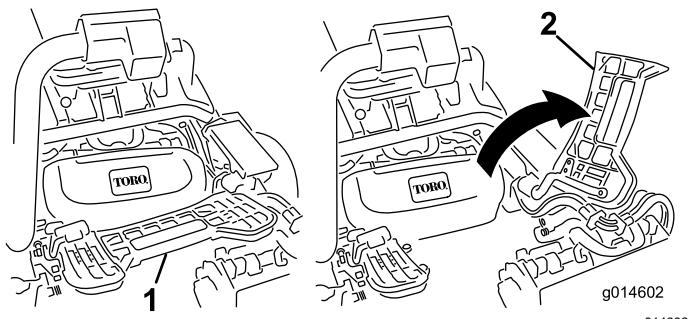

Bild 51
2. Heben Sie die Fußplattform an und schwenken sie in die geöffnete Stellung, um die Stellung des mittleren Mähwerks zugänglich zu machen (Bild 51).